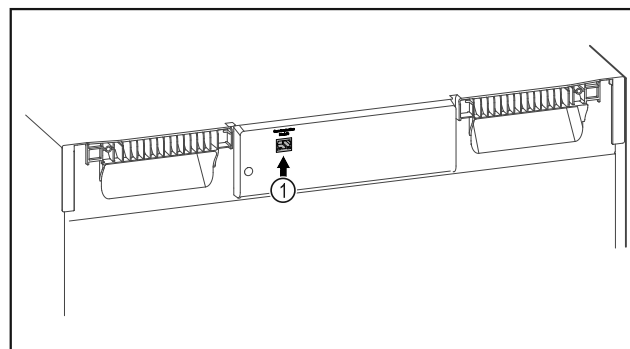

Fig. 118
- ❑ SmartModule Fig. 118 (1) è inserito.